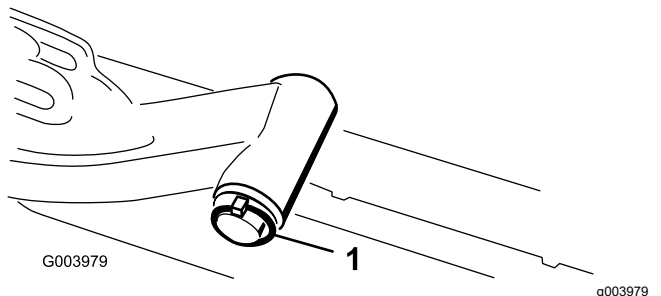

图 11
1. 拆下将提升臂枢轴固定至提升臂的保险销和垫圈将提升臂枢轴滑出提升臂 (图 11)。
3. 将提升臂轴插入提升臂使用垫圈和保险销将其固定 (图 11)。